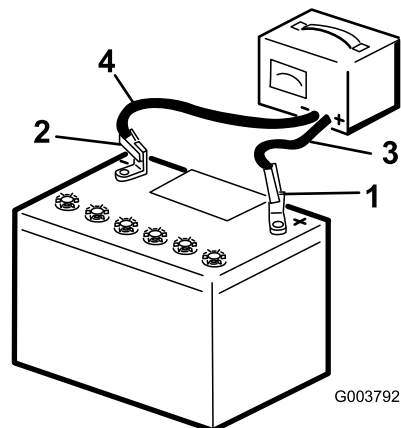

Figure 39
- Chargez la batterie au régime de 3 à 4 ampères durant 4 à 8 heures (Figure 39). Ne chargez pas la batterie excessivement.
- Quand la batterie est chargée au maximum, débranchez le chargeur de la prise, puis débranchez les fils du chargeur des bornes de la batterie (Figure 39).